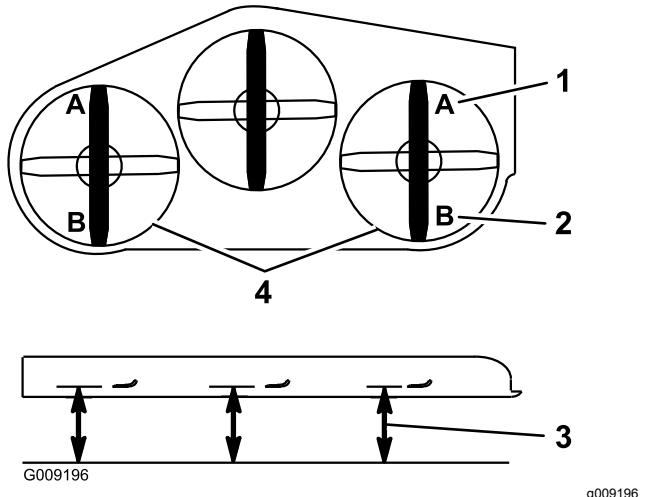

Figura 99
9. En ambos lados de la carcasa, mida desde la superficie nivelada hasta la punta delantera de la cuchilla (Posición A), según se muestra en Figura 99.
| 14. Apriete los 2 pernos a 37–45 N·m (27–33 pies-libra). | 15. En ambos lados de la carcasa, mida desde la superficie nivelada hasta la punta trasera de la cuchilla (Posición B), según se muestra en Figura 99. |